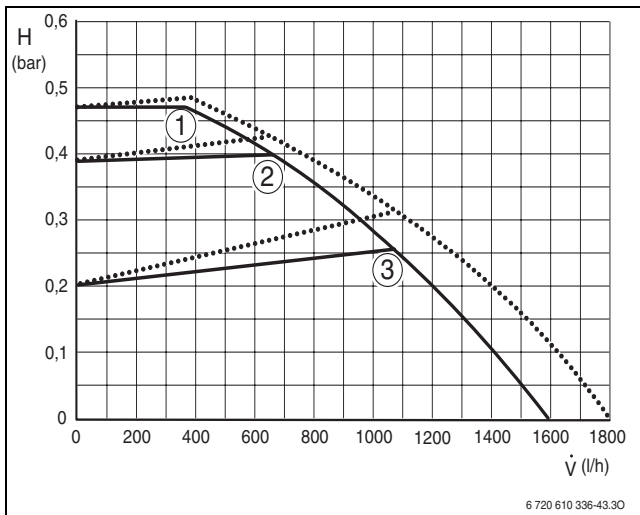

Bild 51 Konstant tryck
**Förklaring till bild 51 till 52:**